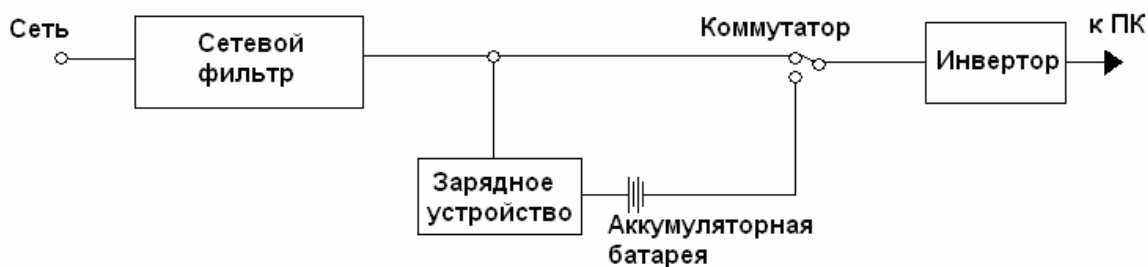

Рисунок 47 - Структурная схема ИБП гибридного типа
*ИБП гибридной архитектуры (line Interactive UPS)* – устройства комбинированного типа. У таких источников инвертор непрерывно подключен к выходу (рисунок 47), благодаря чему обеспечивается гальваническая развязка. Подобные источники питания в принципе могут использоваться для защиты оборудования обеих вышеописанных категорий. Зачастую выбор между ИБП типа on-line и line interactive определяется не столько функциональными характеристиками, сколько их ценой.